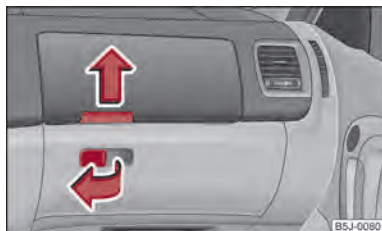

Abb. 67 Schalttafel: Ablagefächer auf der Beifahrerseite
- Ziehen Sie den Griff der Klappe in Pfeilrichtung ⇒ Abb. 67 und klappen Sie diese auf.